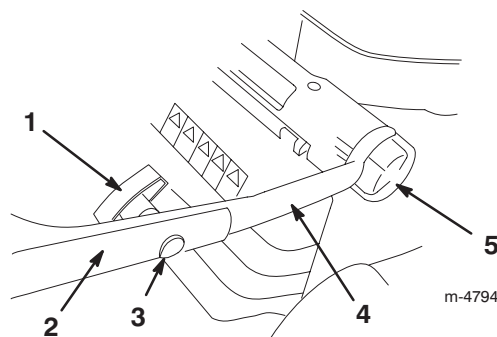

Bild 2
2. Lockern Sie die Höheneinstellräder am Griff und drehen das untere Handgriffteil nach hinten, bis es auf der in Bild 2 dargestellten Höheneinstellung ist.
4. Sichern Sie den oberen Handgriffteil mit den Ovalekopfsschrauben und Griffstellrädern am unteren Teil ab (Bild 2). **Ziehen Sie die Griffstellräder gut fest.**
Sie können den Handgriff auf drei verschiedene Höhen einstellen: hoch, mittel und tief (Bild 2). Wählen Sie die Griffhöhe, die für Sie am bequemsten ist.